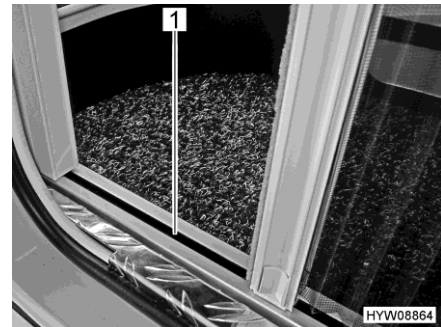

Bild 38 Insektenschutz (untere Führung)
- ▷ Griffleiste beim Schließen und Öffnen mit beiden Händen greifen. So verringert sich das Risiko, dass der Insektenschutz in den Führungen (Bild 38,1) verkantet.